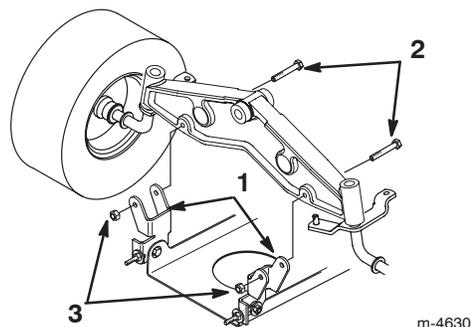

Figure 39
8. Retirez les boulons et contre-écrous de fixation à l'essieu avant des deux supports de pivot du plateau de coupe, et détachez ceux-ci de l'essieu en les tirant vers le bas (Fig. 39).